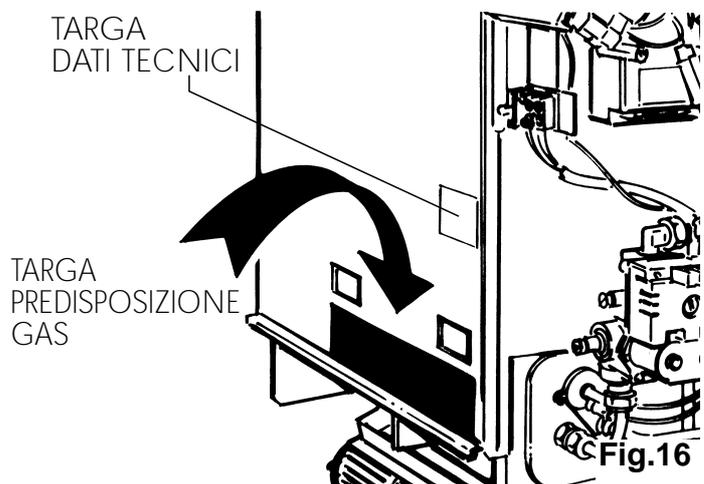

Fig.16
- 3.1 Prima di procedere alle opere murarie, verificare che vi siano spazi sufficienti sopra e sotto l'apparecchio, necessari per il suo corretto funzionamento. L'apparecchio è stato costruito per funzionare con differenti tipi di gas. **Accertarsi inoltre, verificando l'etichetta dell'imballo e/o la targhetta predisposizione gas posizionata sullo schermo anteriore dello scambiatore (Fig. 16), che il radiatore sia stato messo a punto in fabbrica, per il tipo di gas fornito nell'abitazione dell'utente e che la sua potenza termica sia adatta al locale entro cui avverrà l'installazione.**